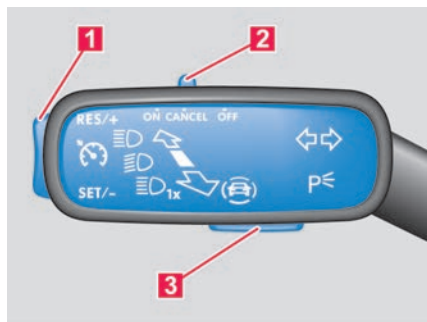

Abb. 98 Links an der Lenksäule: Schalter und Tasten zum Bedienen des Geschwindigkeitsbegrenzers.
1. Schalter → **Abb. 98 2** in Position **ON** schieben.
1. Während der Fahrt Taste → **Abb. 98 1** im Bereich **SET/-** drücken.
Sie können die gespeicherte Geschwindigkeit über die Taste → **Abb. 98 1** einstellen:
- + 1 km/h (1 mph): Taste → **Abb. 98 1** im Bereich **RES/+** kurz drücken.
- 1 km/h (1 mph): Taste → **Abb. 98 1** im Bereich **SET/-** kurz drücken.
Um die gespeicherte Geschwindigkeit kontinuierlich zu verändern, die Taste → **Abb. 98 1** gedrückt halten.
1. Schalter → **Abb. 98 2** in Stellung **CANCEL** schieben.
1. Taste → **Abb. 98 1** im Bereich **RES/+** drücken.
1. Schalter → **Abb. 98 2** in Position **OFF** schieben.
1. Taste → **Abb. 98 3** drücken.